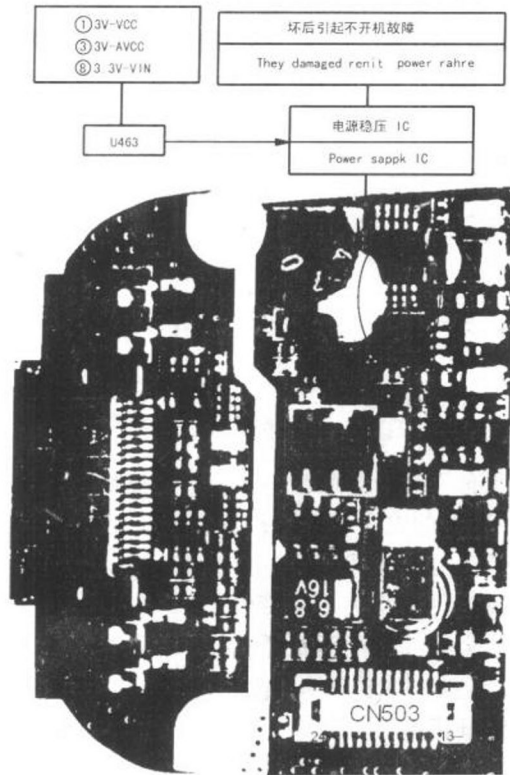

图 1-4 测量各路电压的稳压输出
电池电压 VBATT+经 C699 和 L102 组成的滤波电路进入稳压模块的第⑨脚,当按电源开关时,高电平的 Power 信号触发电源模块 U117 的第⑥脚,使其输出稳定的 3.3V 电压,该电压一方面供 U463 使用,另一方面为射频部分电路提供电源。经稳压模块 U463 稳压输出的 3.0V-V_{CC} 和 3.0V-AV_{CC} 这两组电压,是供逻辑部分电路的微处理器、存储器、SIM 卡等电路使用。如图 1-4 所示,可测到各路电压的稳压输出。